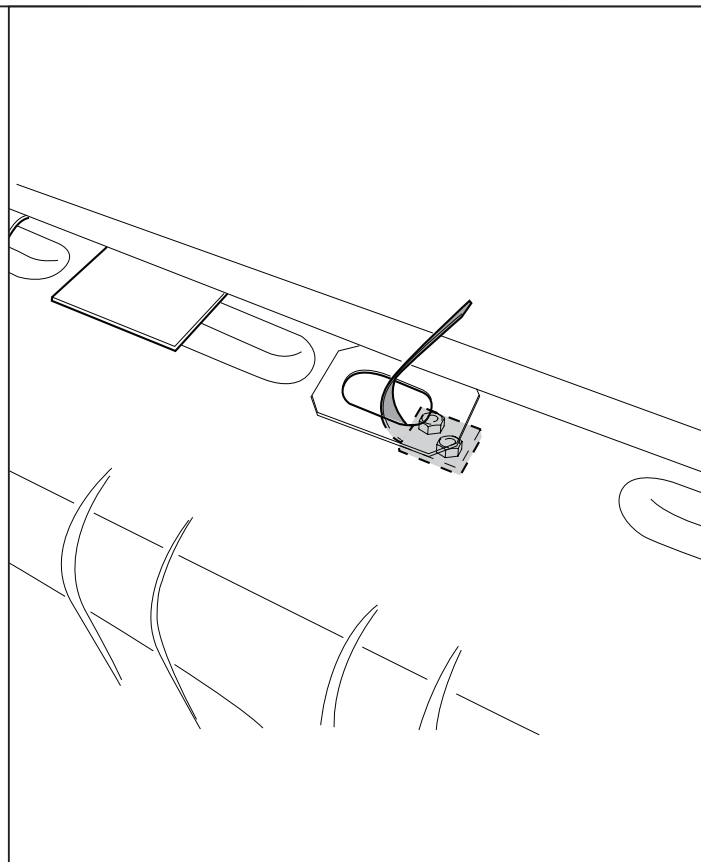

Fig.3
3. Поставить упорные кронштейны А в точках В, С. См. рисунок 3.